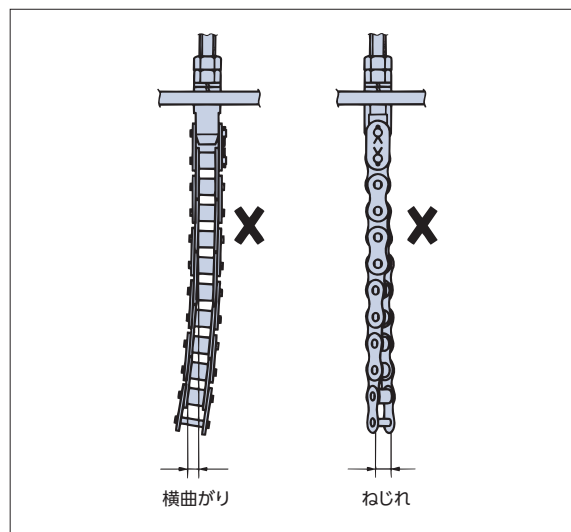

図32. ローラチェーンのねじれ
- ローラチェーンのねじれ、横曲りの点検局所的なねじれや、横曲りがあれば、一連のローラチェーンのすべてを取替えてください。(図32)